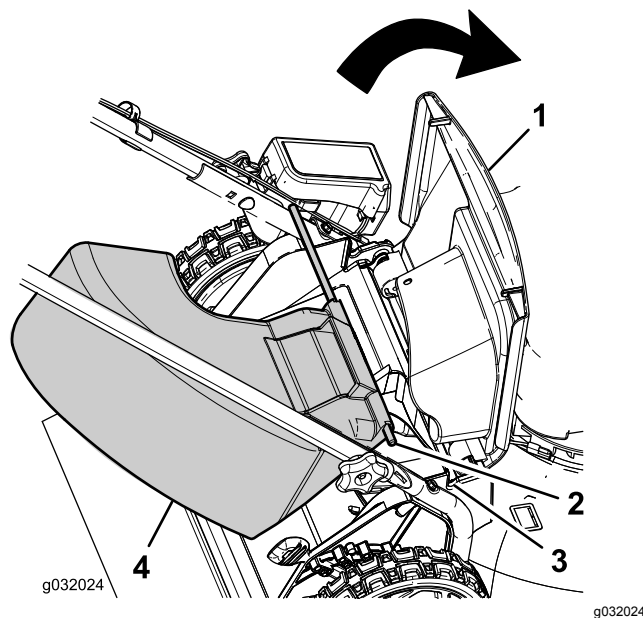

Figura 21
1. Levantar o defletor traseiro (Figura 21).
2. Insira as extremidades da barra da calha de descarga lateral nos entalhes dos suportes do manípulo (Figura 21).